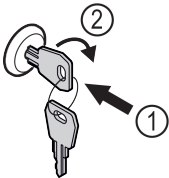

Fig. 141 Примерное изображение
- ▶ Вставьте ключ Fig. 141 (1).
- ▶ Поверните ключ на 90° по часовой стрелке Fig. 141 (2).